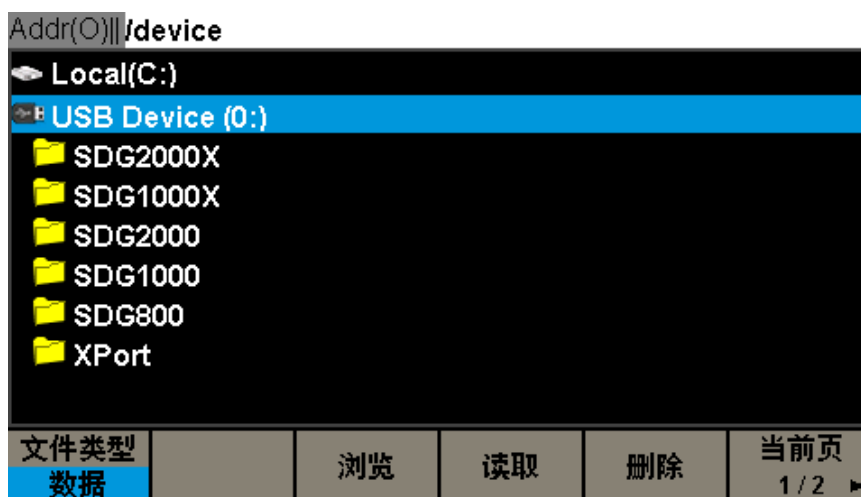

图 2-41 固件升级界面
4. 旋转旋钮选择 **USB Device (0:)** 然后向下按下旋钮，或直接点击屏幕上 **USB Device (0:)** 所在位置，展开 U 盘目录，如图 2-41 所示。